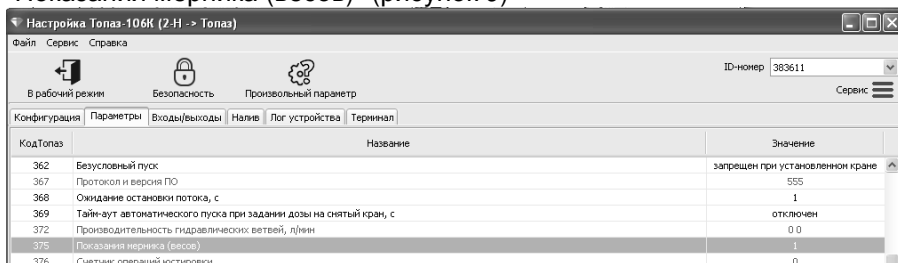

Рисунок 9
- д) на вкладке программы "Параметры" выбрать параметр "Показания мерника (весов)" (рисунок 9)